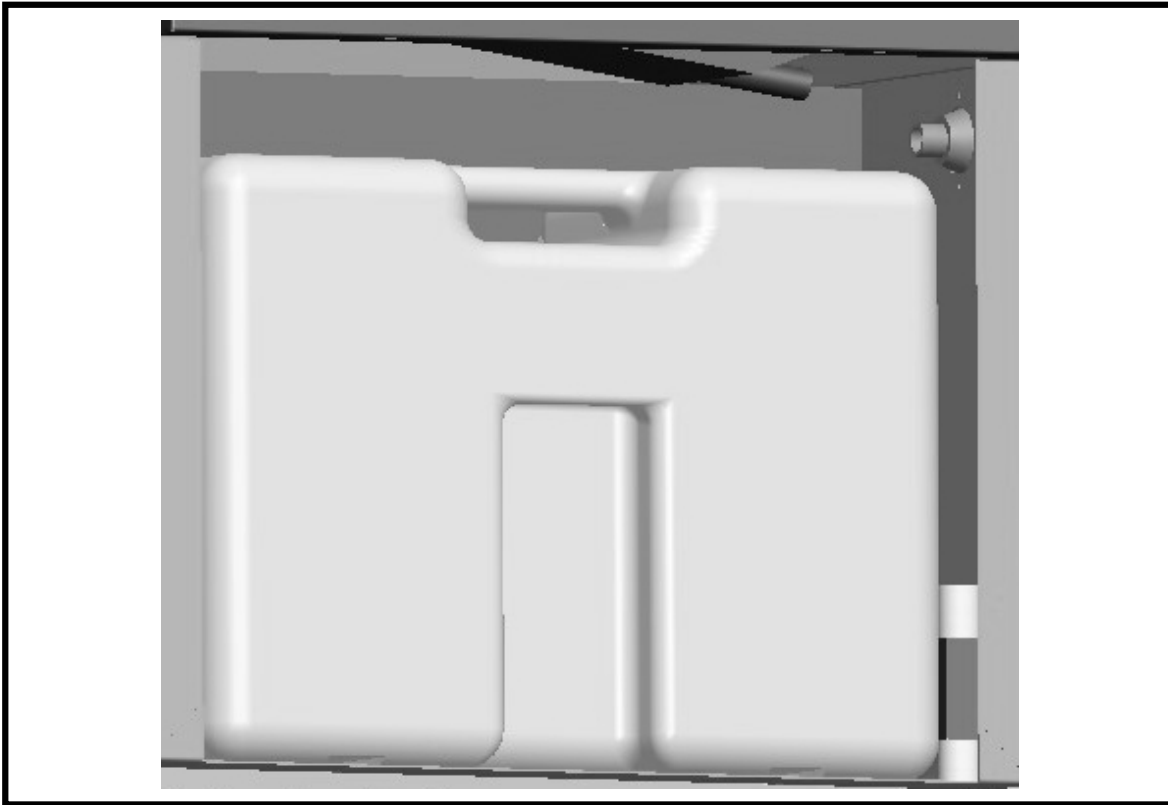

Fig. 19
► Поставете резервоара за вода на мястото му, свържете тръбата и я изтеглете навън от дясната страна на машината (FIG. 19, 20).